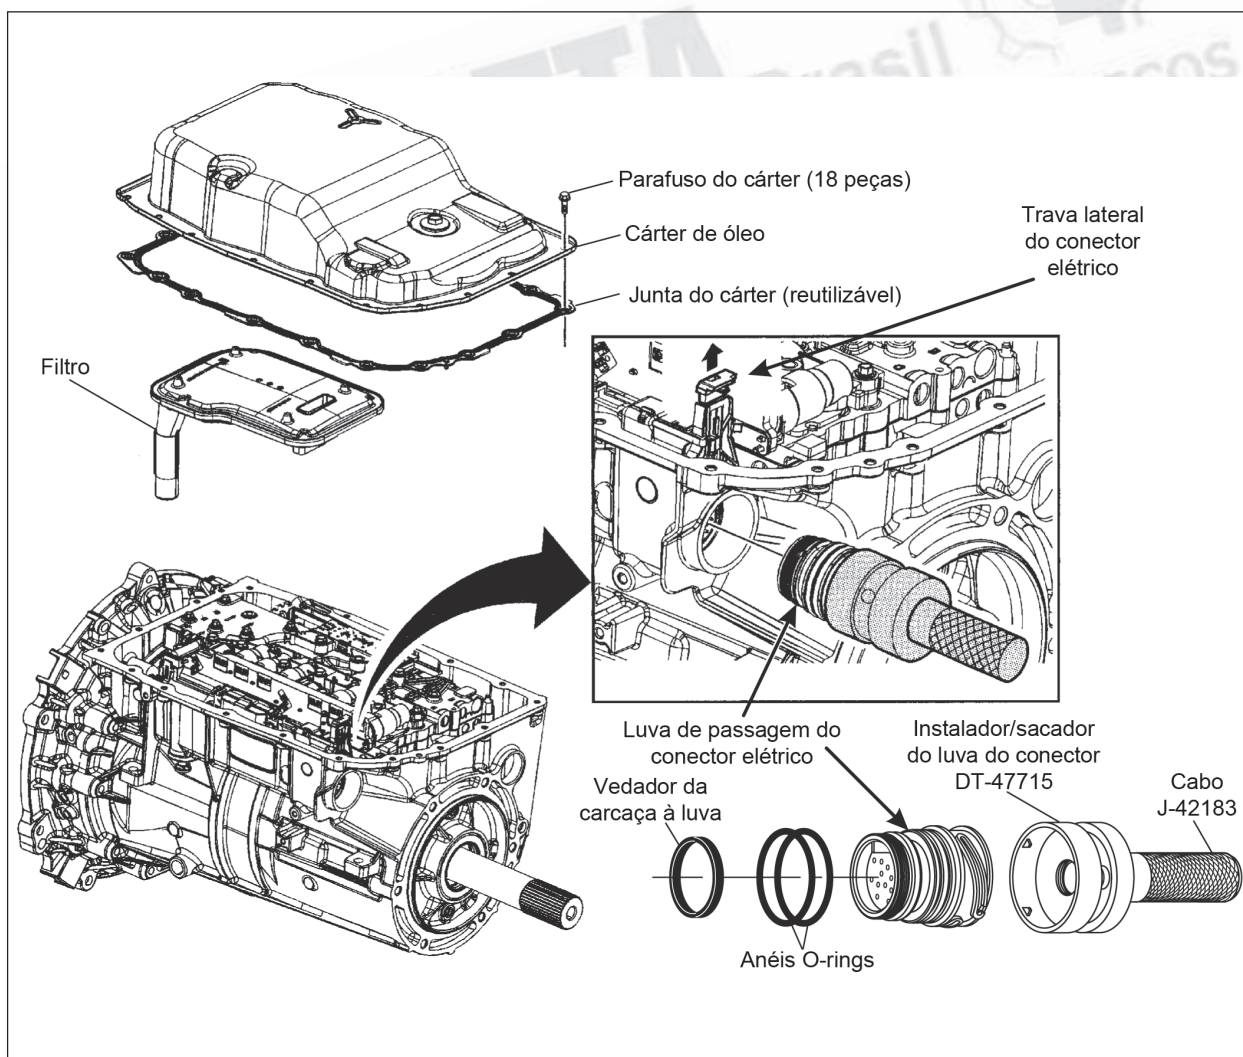

Figura 40
8. Remova o cárter de óleo removendo seus parafusos, junta do cárter e filtro de óleo, conforme mostra a figura 40. **Nota: Pode-se reutilizar a junta do cárter se ela não estiver danificada.**
9. Levante a trava do conector elétrico, conforme mostra a figura 40, para remover o conector elétrico.
11. Remova e descarte o vedador do conector elétrico e seus anéis O-rings conforme mostra a figura 40.